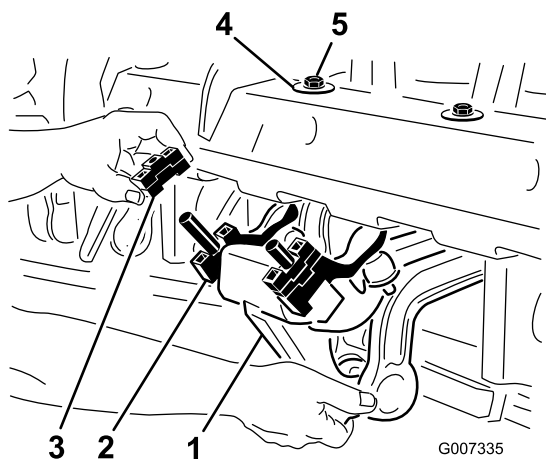

Figura 26
1. Togliete i 2 dadi di bloccaggio ($\frac{1}{2}$ ") che fissano il gruppo ammortizzatore Rotalink al sottoscoeca del telaio della testa di carotaggio (Figura 26).
2. Abbassate il gruppo ammortizzatore per esporre i distanziali (Figura 26).
- Montate nuovamente il gruppo ammortizzatore sul telaio della testa di carotaggio. Accertatevi che la rondella D sia montata contro il telaio della testa di carotaggio, come illustrato nella Figura 26. Fissate i 2 dadi di bloccaggio.